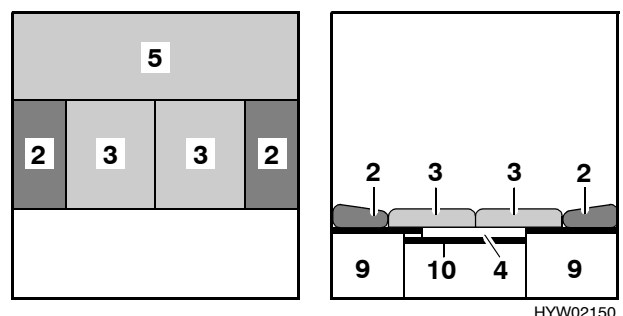

Bild 86 Nach dem Umbau
- Die beiden Sitzpolster (Bild 86,3) in die Mitte legen.
- Die Rückenpolster (Bild 86,2) zwischen die Sitzpolster und die Außenwand schieben.